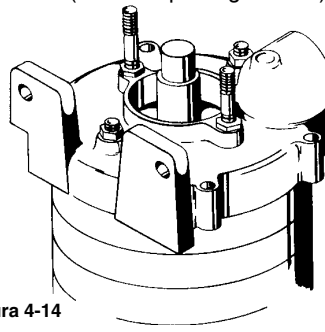

Figura 4-14
22. Instale dos tuercas (# 20) sobre las barras de guía y apriete bastantes para celebrar a la asamblea entera en lugar. No intente apretarlas a su position.(refer final para figura 4-14)